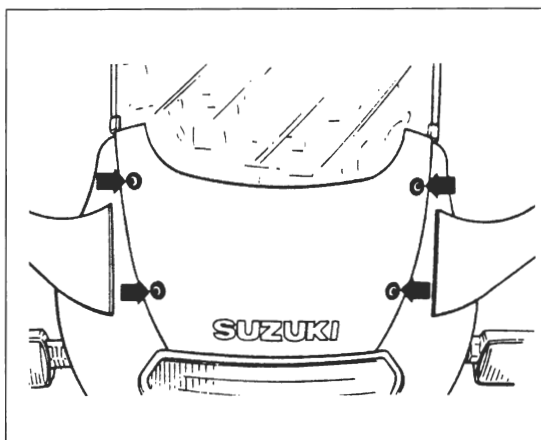

Bild 4
- Frontscheibe nach Ausdrehen von vier Befestigungsschrauben entfernen (Bild 4).